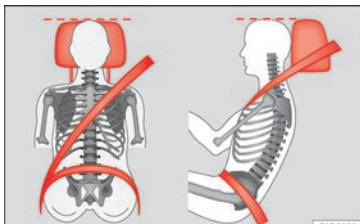

Bild 85 Korrekt inställt nackskydd sett framifrån och från sidan.
- Ställ in nackskyddet, så långt det går, så att ovankanten är på samma nivå som huvudets övre del, eller åtminstone i ögonhöjd » **bild 85**.